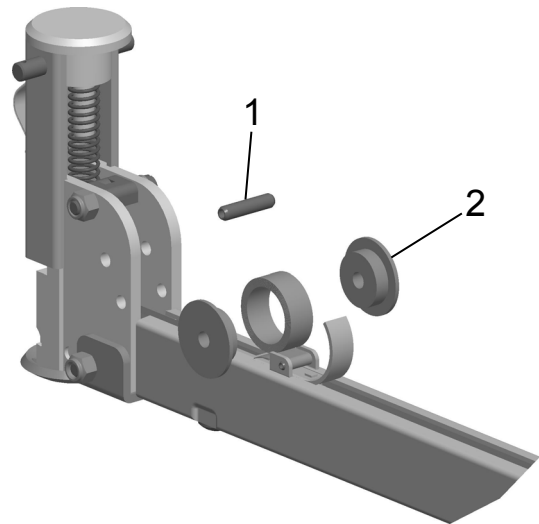

Fig. 17
2. Demontera spännstift (Fig. 17/1) med ett dorn.